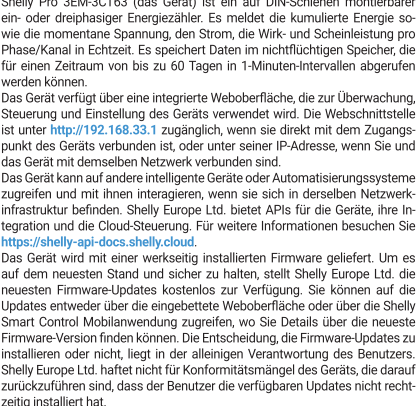

Abb. 1: Anschlussplan für die dreiphasige Installation
- Schließen Sie die LA-, LB- und LC-Phasenkabel an die entsprechenden Geräte-Phaseneingangsklemmen A, B und C an, wie in Abb. 1 gezeigt. Für eine einphasige Einrichtung schließen Sie das Phasenleiterkabel (L) an alle Phaseneingangsklemmen (A, B und C) an, wie in Abb. 2 gezeigt.
- Stellen Sie sicher, dass jedes Phasenkabel durch die richtige Öffnung verläuft, indem Sie sich genau an den Schaltplan halten (Abb. 1). Beispielsweise muss das Phasenkabel LA durch die Spule verlaufen, die an die Eingangsklemme des Geräts IA angeschlossen ist.